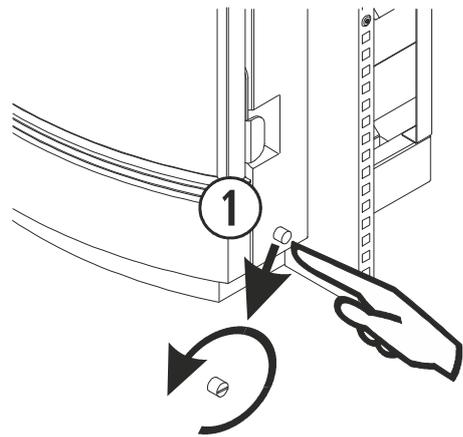

Figura 27
- 6.11.** En caso que el motor reductor no gire y el visualizador indique los impulsos, lo primero que debemos hacer es desenchufar la estufa y verificar si el termostato de seguridad se ha activado. *Con la estufa desenchufada*, comprobar los termostatos de seguridad que se encuentra en el interior de la estufa. Encontraremos los termostatos de seguridad y rearme en los modelos estufa, accediendo siempre desde el lateral derecho (abrir la puerta lateral derecha). Uno de ellos montado sobre la cámara de convección y el otro en la parte baja de la tolva. En los modelos encastrables, el termostato de la tolva mantiene la posición baja de la tolva, pero el termostato de seguridad correspondiente a la cámara de convección, puede activarse desde el exterior del encastre, desenroscando el tapón que lo protege. En el modelo encastrable *ECO III insert (figura 27)*, lo encontramos en la parte baja del lateral derecho. Por el contrario en el modelo *Córdoba*, se accede al termostato abriendo la puerta del hogar, en el lateral derecho, sobre el sistema de cierre de la puerta. Para activarlo se debe pulsar el botón, si el termostato se encuentra activado escuchará un “clic”. Si el termostato de seguridad ya había sido activado con anterioridad, consulte con su distribuidor.
①	Termostato de seguridad y rearme.